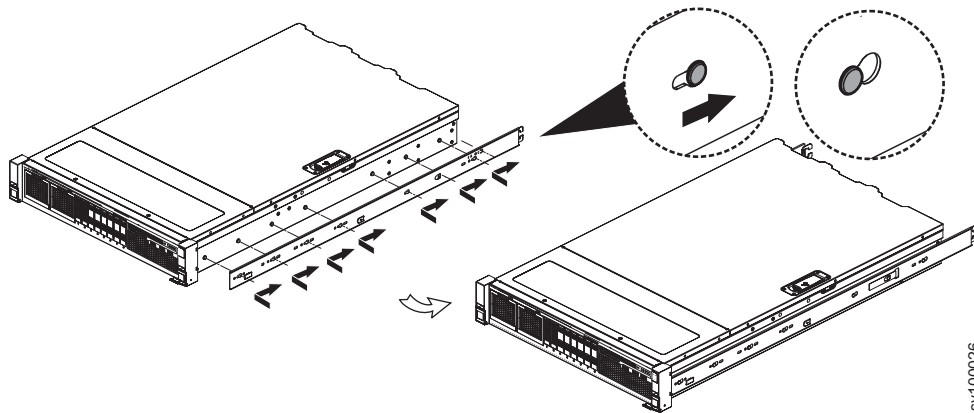

Figura 42. Conectar a seção interna do trilho ao chassi
4. Instale a seção interna do trilho no chassi. Não é necessário usar parafusos. Ajuste os furos na seção interna do trilho sobre os cabeçotes dos pinos na lateral do dispositivo, em seguida, deslize o trilho em direção à parte traseira do dispositivo para bloquear, conforme mostrado em Figura 42.